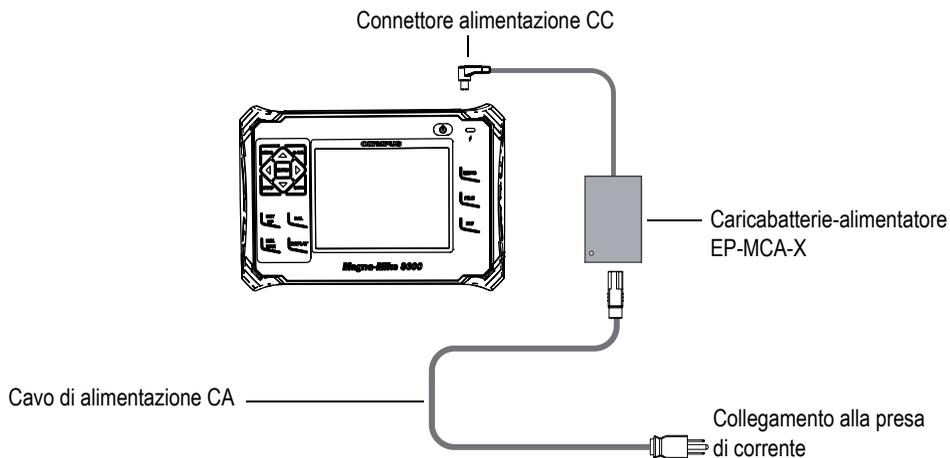

Figura 1-8 Collegamento del caricabatterie-alimentatore
1. Collegare il cavo di alimentazione CA al caricabatterie-alimentatore e a una presa di corrente appropriata (vedere Figura 1-8 a pagina 34).